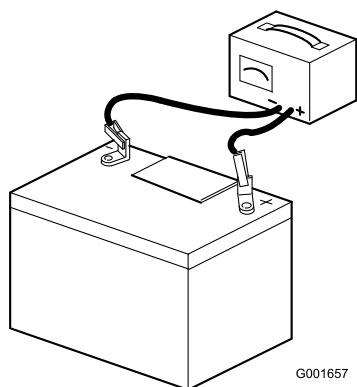

Figura 33
- Ligue um carregador de baterias de 3 a 4 amperes aos pólos da bateria (Figura 33). Carregue a bateria com um carregador de bateria de 3 a 4 amperes, durante 4 a 8 horas.